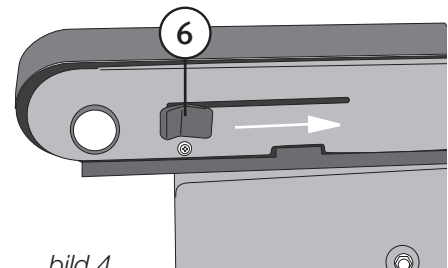

bild 4
3.2 Montera/byt slipband (bild 4, 5, 6)
2. Skruva loss anhållet (3).
3. För frigöringshandtaget ((6) på bild 4) i pilens riktning för att frigöra den medlöpande rullen så att slipbandet går att lossa.
10. För frigöringshandtaget ((6) på bild 4) framåt för att aktivera bandspänningen.